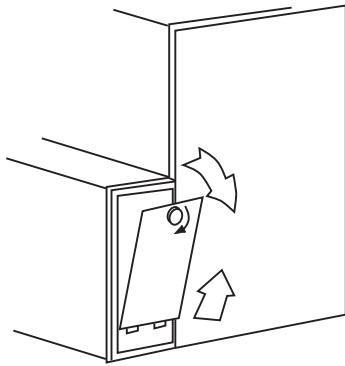
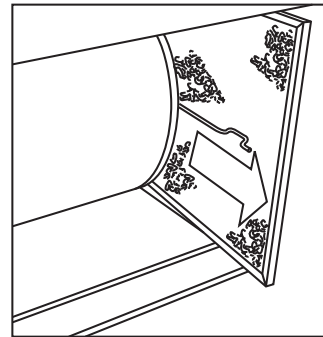

Fig. 23 - Dépose de la porte du boîtier du filtre de l'armoire de ventilation latérale
Fig. 28 - Filtre glissé hors de la fournaise (entrée latérale)
b. Sortir délicatement le filtre, puis tourner doucement le côté sale (le cas échéant) vers le haut pour empêcher la saleté de se disperser (voir fig. 28).
• FILTRE(S) À AIR DANS LE BOÎTIER DE FILTRE :
a. Déposer la porte du boîtier de filtre. (Voir Fig. 23 et 24.)